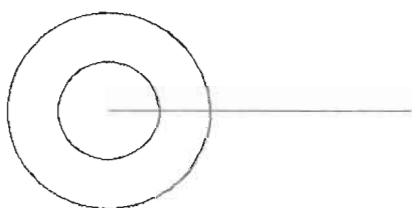

图 2-76
(2) 单击“绘图”工具栏中的“圆”按钮, 以直线左边的端点为圆心, 绘制半径为 10 和 20 的同心圆, 如图 2-76 所示。